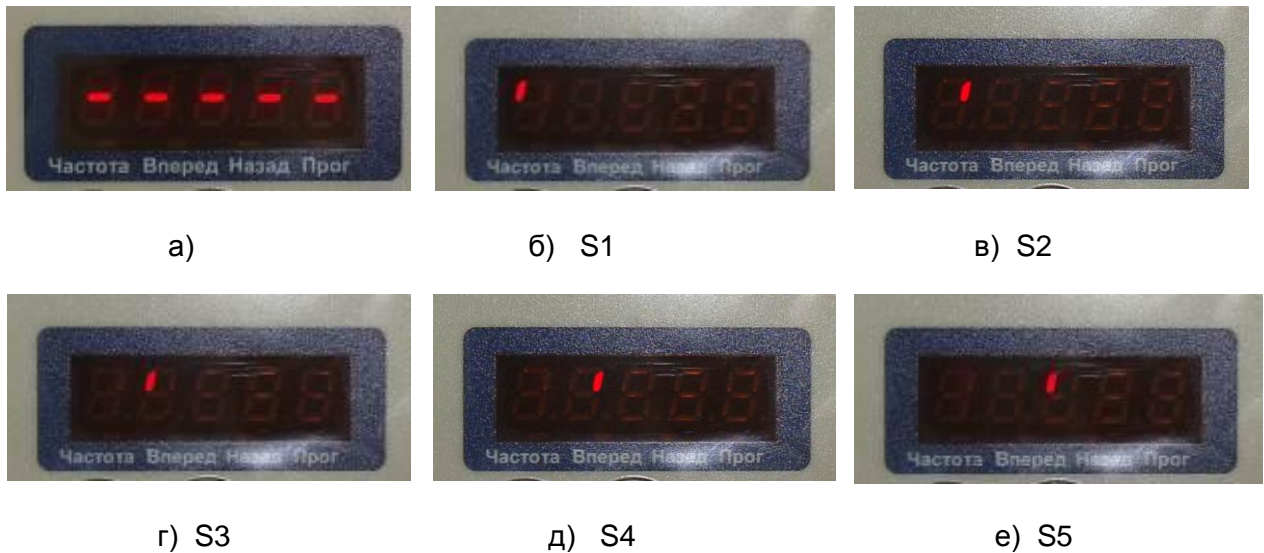

Рис. 4.11
4.11.3. Вывести на дисплей пульта управления отображение состояния дискретных входов (параметр 12-05). Наблюдать индикацию согласно рис. 4.11,а. Подключить один из концов проволочной перемычки к клемме +24V. Поочередно подсоединяя свободный конец перемычки к клеммам S1...S5, наблюдать поочередное появление индикации на пульте управления (рис. 4.11, б...е).